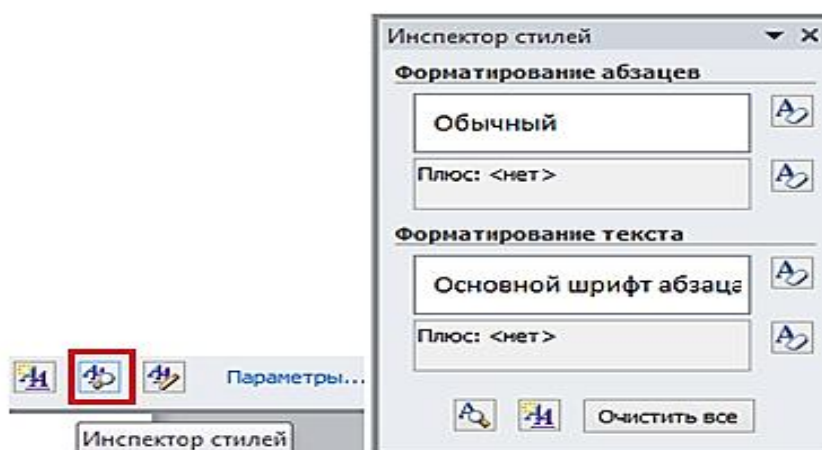

Рис. 59. Инспекция стилей
3. В области задач «Инспектор стилей» будет отображено название стиля абзаца и отличие параметров выделенного фрагмента, а также название стиля знака и отличие параметров (рис. 59).